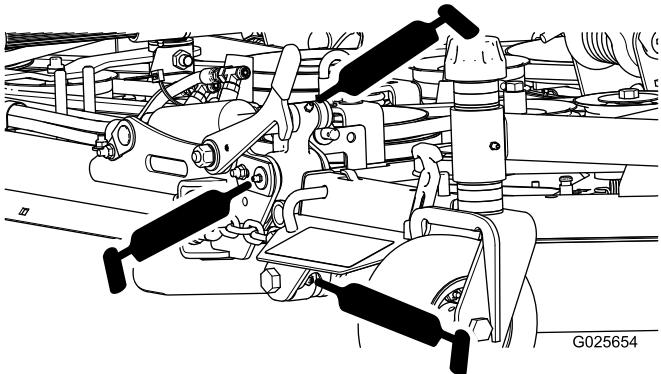

Figura 18
- Bisagras de las carcchas laterales (10) (Figura 18)